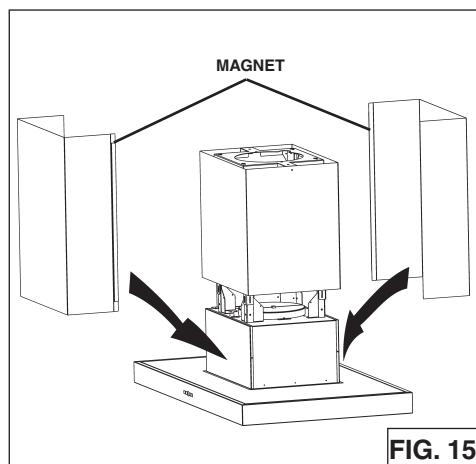

FIG. 15
1. Ci-joint les deux parties de conduit inférieures à la structure de support en faisant se chevaucher les magnet latéraux (Fig.15).